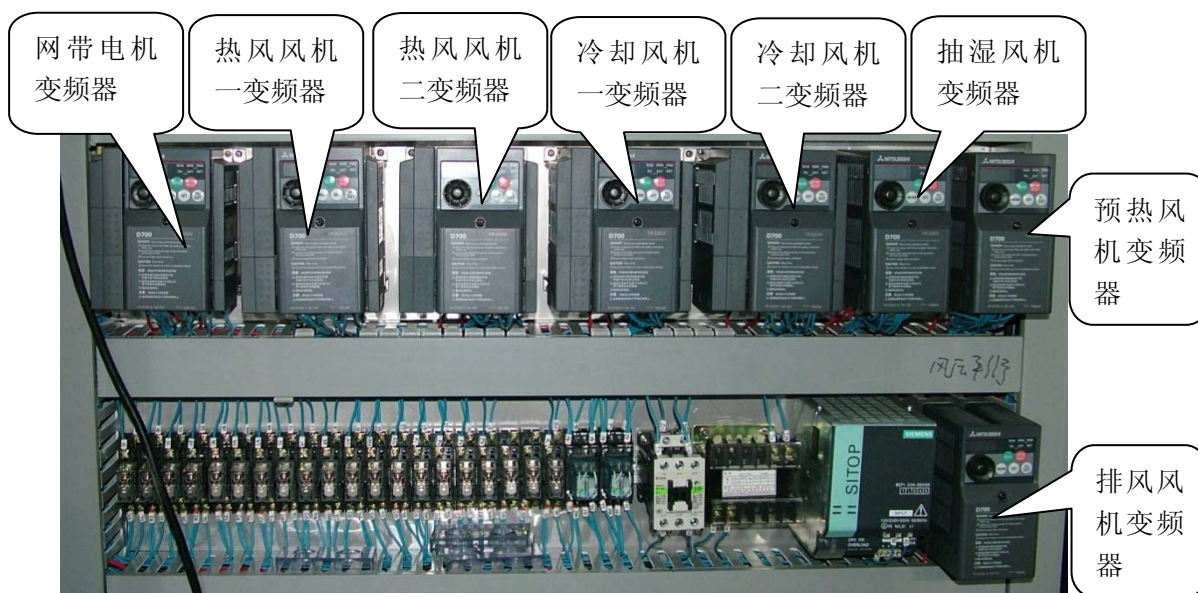

图 2-28 变频器
(见图 2-28)
* 清洗后的瓶子由洗瓶机进入烘箱，烘箱输送网带的运行由接近开关(89)进行控制（见图 2-28）。
* 当进入烘箱的瓶子增加到如图 2-28 时，而烘箱的出口又堆满瓶子，于是瓶子将烘箱输送网带两边的弹性压条（86）进一步向外挤压，因弹性片（87）不能再向外挤压，只能克服压簧（85）的压力，把感应杆（84）压向接近开关（83），并将脉冲信号由接近开关（83）传送到洗瓶机的主传动，使它停机，否则瓶子会被挤碎。